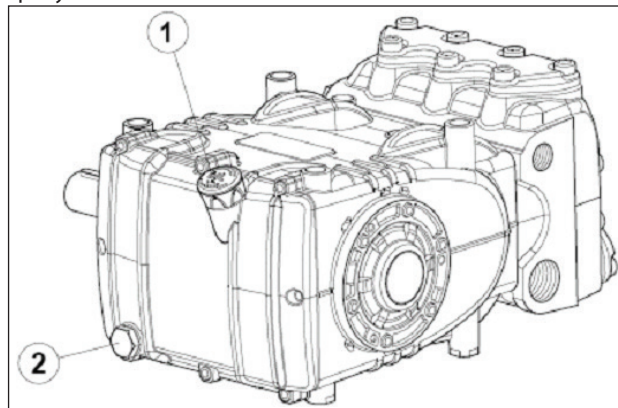

Рис. 3
С помощью маслоизмерительного щупа, поз. ①, Рис. 3. Правильный контроль уровня масла производится при насосе, имеющем температуру окружающей среды, а замена масла осуществляется при насосе, разогретом до рабочей температуры, для чего извлекается маслоизмерительный щуп, поз. ①, а затем пробка, поз. ②, Рис. 3.